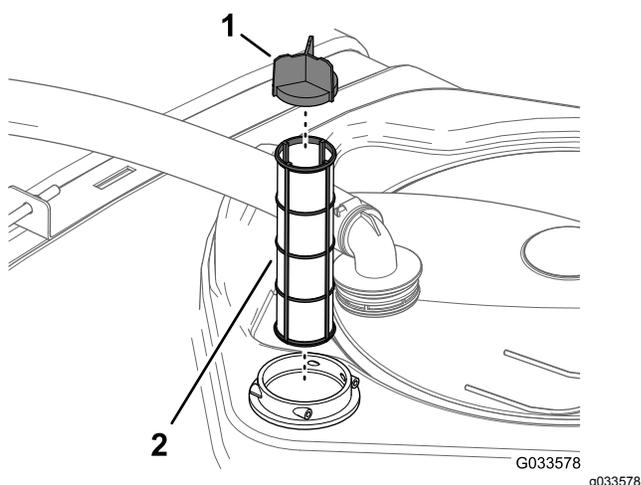

Figure 77
- Sortez la crépine d'aspiration de son logement dans le réservoir (Figure 77).